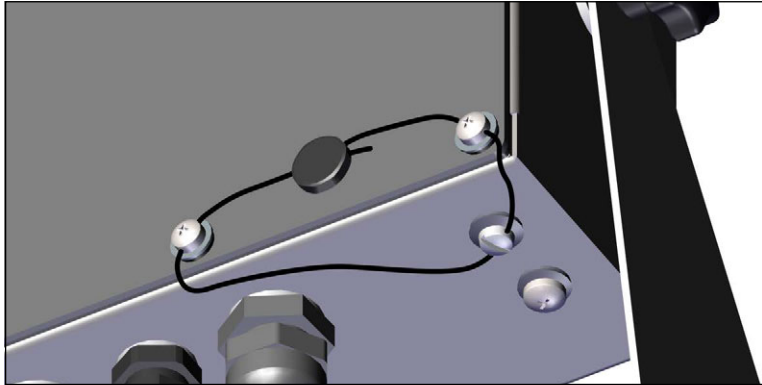

Figura 2-13. Precintado del indicador, prevención del acceso
3. Pase el precinto de seguridad por los tornillos de cabeza cilíndrica en la placa posterior y la parte inferior de la carcasa, como se muestra en la Figura 2-13.